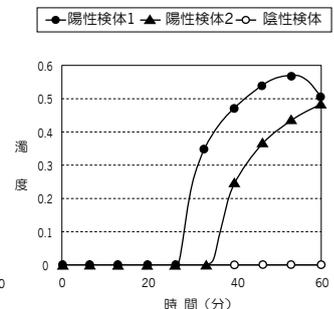

図 2. 検体の増幅曲線パターン^{*3)}
- (5) 次に、各検体の判定を行います。増幅反応時間内 (60 分間) に濁度の上昇が認められた場合は「陽性」、濁度の上昇が認められない場合は「陰性」と判定します。(図 2)
- (6) なお、検体によって濁度上昇開始時間や濁度上昇値が陽性コントロール: Positive Control O157 (PC O157) と異なる場合があります。
- (7) 酵素失活処理 (80°C、2 分間) (Loopamp リアルタイム濁度測定装置では自動処理されます。) が終了していることを確認した後、装置から使用済み反応チューブを取り出して、そのままキャップを開けずに廃棄してください。